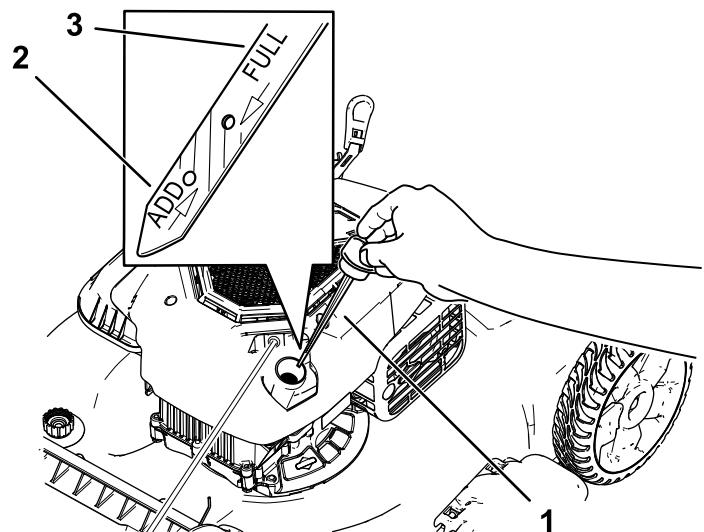

Figure 24
- Tournez le bouchon dans le sens antihoraire et sortez la jauge (Figure 24).
10. Relevez le niveau d'huile indiqué sur la jauge (Figure 24).